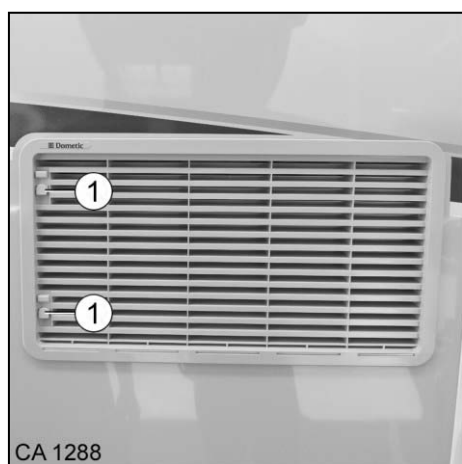

Fig. 142 Grille de ventilation du frigo
2. A l'aide d'un objet plat (clé du véhicule par ex.), glisser les verrous (Fig. 142/1) vers le haut.
2. Rentrer le côté gauche et glisser le verrou (Fig. 142/1) vers le bas.